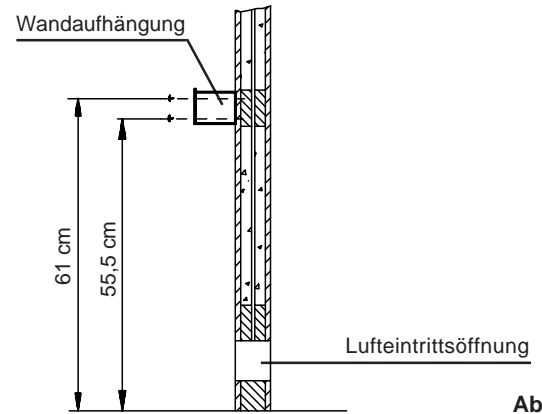

Abb. 15
1. Wandhalterung gemäß Abb. 15 + 16 mittig über der Lufteintrittsöffnung mit den beigefügten Spanplattenschrauben an der Kabinenwand festschrauben.